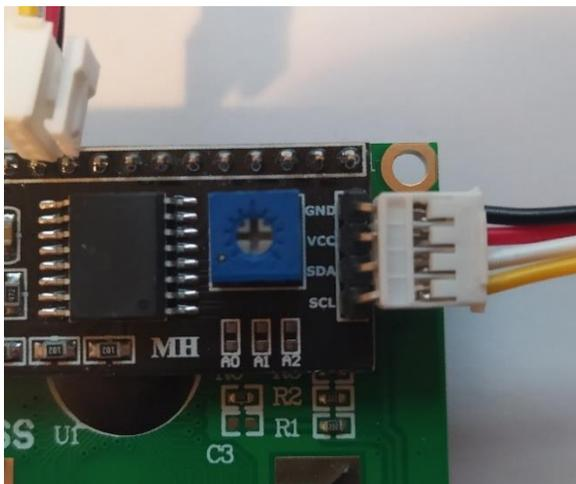

Abbildung 8 LCD-Display mit I2C-Kabel
- Das 16x2 Display wird ebenfalls mit einem I2C-Kabel versehen (vgl. Abb. 8) und in einen beliebigen I2C-Port des Base-Shields gesteckt (vgl. Abb. 10).